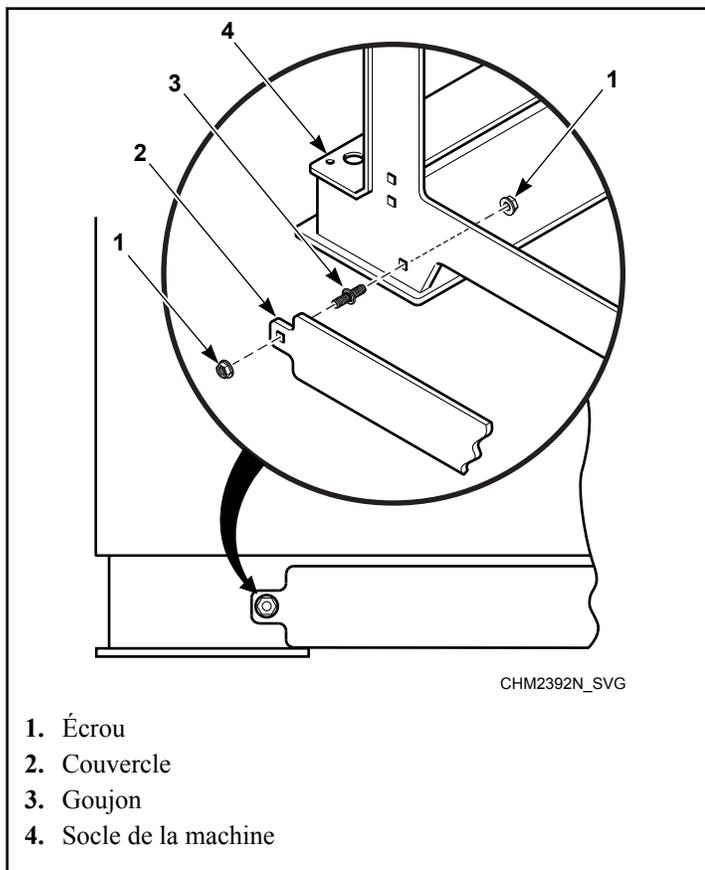

Figure 40
1. Localiser les deux trous à l'avant du socle de la machine. Se reporter à la *Figure 40*.
2. Installer le couvercle sur le socle de la machine à l'aide du matériel provenant de la dépose de la plaque du panneau arrière. La partie carrée du goujon entre dans le trou carré dans le socle de la machine. Se reporter à la *Figure 40*.